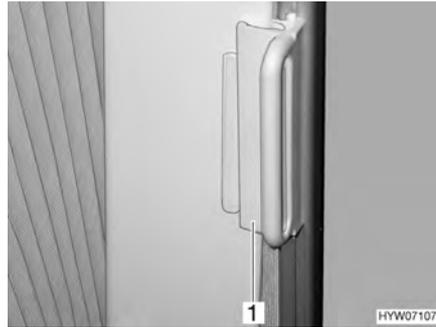

Fig. 21 Bloccaggio delle tendine oscuranti pieghevoli per il finestrino del conducente/passeggero
- Spingere le tendine oscuranti pieghevoli per il finestrino del guidatore e del passeggero sul sopralzo con l'impugnatura (Fig. 21,1). La tendina oscurante pieghevole è ora bloccata.